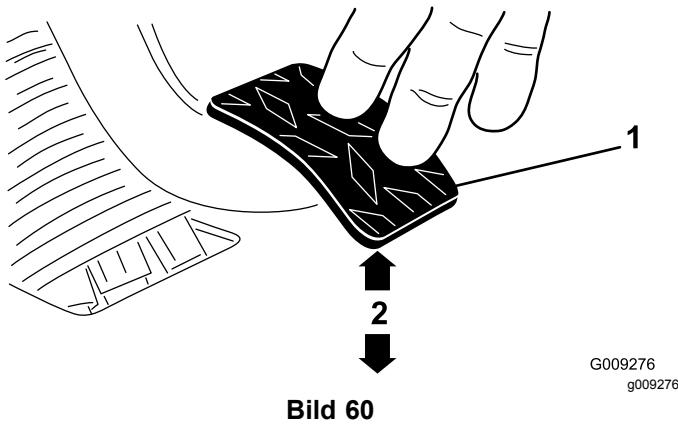

Bild 60
3. Stellen Sie die Klemmmuttern oder das Kugelgelenk ein, bis sich die hintere Kante des Kupplungspedals 9,2 cm bis 9,8 cm von der Oberseite des Bodenplattensternmusters befindet, wenn Sie eine Kraft von 1,8 kg auf das Pedal aufbringen (**Bild 60**).